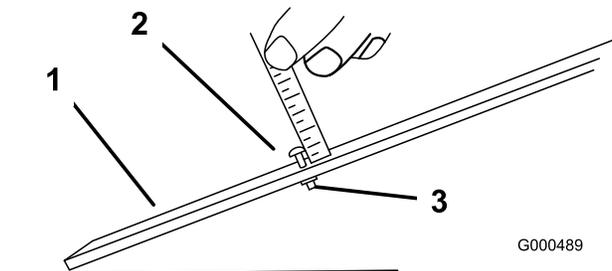

Figura 48
3. Desaperte a porca da barra indicadora (Figura 48) e regule o parafuso de ajuste para a altura de corte desejada. A altura de corte corresponde à distância entre a parte inferior da cabeça do parafuso e a superfície da barra.